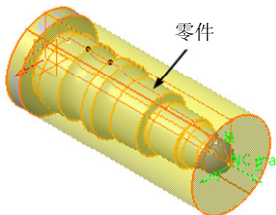

图 6-9 定义目标加工零件（1）
4) 定义目标加工零件（1）。单击 Design part for simulation 按钮 ，系统自动隐藏“Part Operation”对话框，在图形区选择如图 6-9 所示的实体作为目标加工零件，然后双击空白处返回“Part Operation”对话框。